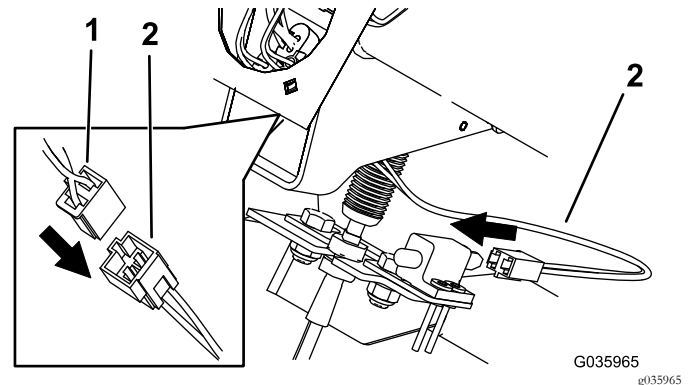

Figura 11
4. Enchufe el arnés de cables de la máquina en el arnés de cables de la extensión del embrague (Figura 11).
5. Enchufe el arnés de cables de la extensión del embrague en el interruptor del embrague (Figura 11).